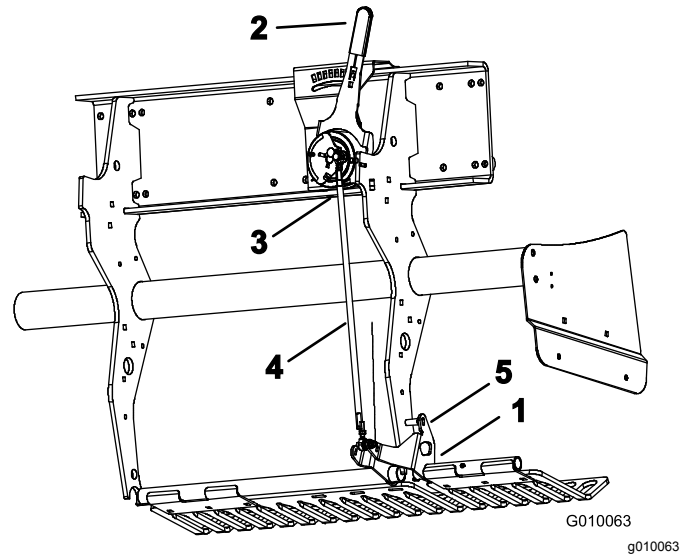

图59
2. 向上旋转左侧护草板安装支架图59直至支架与焊接在机架上的深度设置管之间可以插入一个锁定销如 8mm 钻杆或螺栓。
3. 将打孔深度杆图59移至 H 设置最深。
4. 从线束上断开外侧滚珠开关图59打孔头-低开关。
5. 松开深度调节拉杆上的锁紧螺母左和右图59。